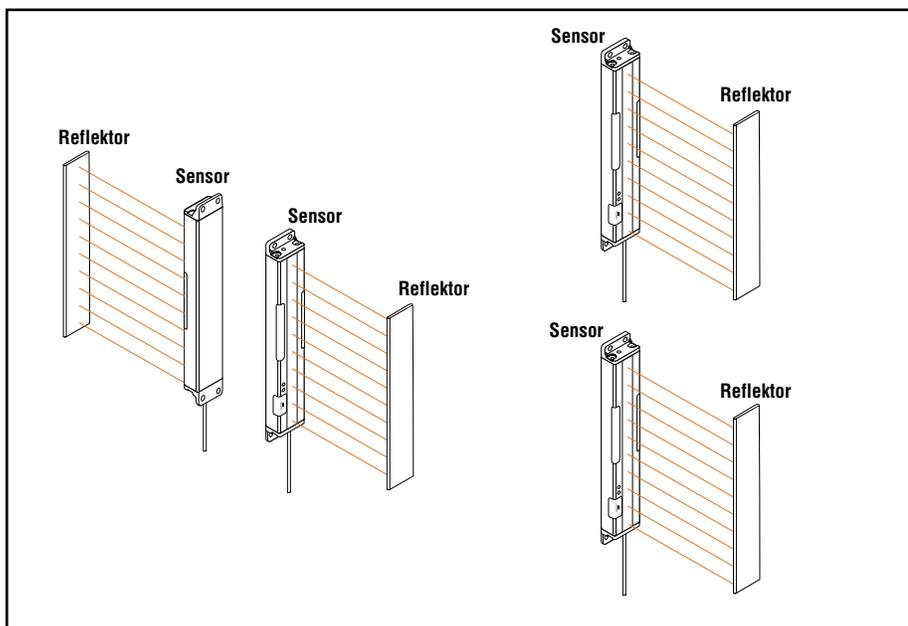

Abbildung 9. Positionierung mehrerer Sensoren zur Vermeidung von Übersprechen
- Die Sensoren und Reflektoren (oder Behälterwände) wie in Abbildung 9 gezeigt positionieren.